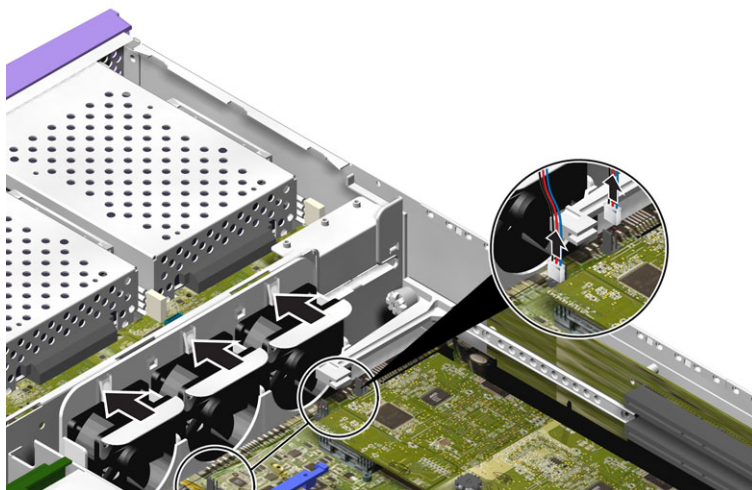

図 1-17 ファンの電源ケーブルの取り外し (Sun Fire V240 サーバー)
2. システムボードからファンの電源ケーブルを外します (図 1-17)。